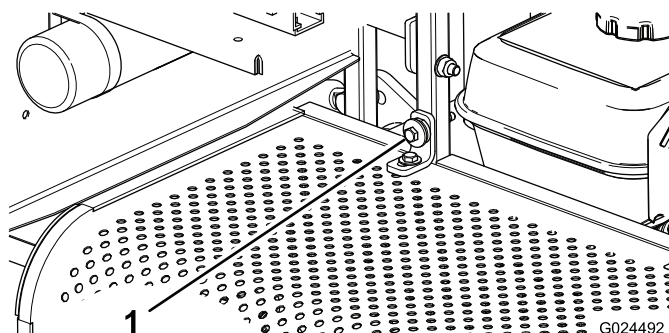

図 22
1. 後カバーの取り付けボルトを外してカバーを外す図 22。